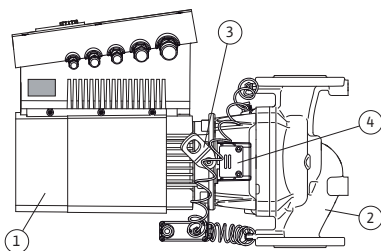

Fig. 10: Bomba completa
La característica típica de la serie Ixens es la camisa de refrigeración del motor. La corriente de aire se conduce de forma óptima a través de la cubierta longitudinal del ventilador (Fig. 10, pos. 1) hasta la refrigeración del motor y del módulo electrónico.
(Fig. 10, pos. 2) muestra la carcasa de la bomba con un conducto especial de la linterna para descargar el rodete.
Las argollas de transporte (Fig. 10, pos. 3) se tienen que utilizar de acuerdo con las indicaciones de los capítulos 3 “Transporte y almacenamiento” en la página 199 y 10 “Mantenimiento” en la página 242.
La ventanilla cubierta con la chapa de protección (Fig. 10, pos. 4) que hay en la linterna se utiliza en los trabajos de mantenimiento tal y como se indica en el capítulo 10 “Mantenimiento” en la página 242. Dicha ventanilla también se puede utilizar para comprobar la existencia de escapes, cumpliendo siempre las disposiciones de seguridad que aparecen en el capítulo 9 “Puesta en marcha” en la página 238 y el capítulo 10 “Mantenimiento” en la página 242.